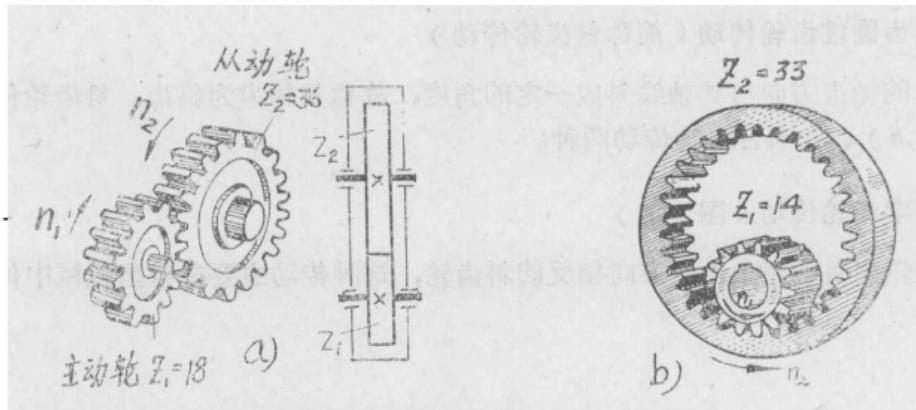

图 1 直齿轮传动
1. 直齿圆柱齿轮传动（简称直齿轮传动，图 1）
直齿轮传动按要求又可分为外啮合齿轮传动（图 1，a）及内啮合齿轮传动（常称内齿轮传动，图 1，b）两种。